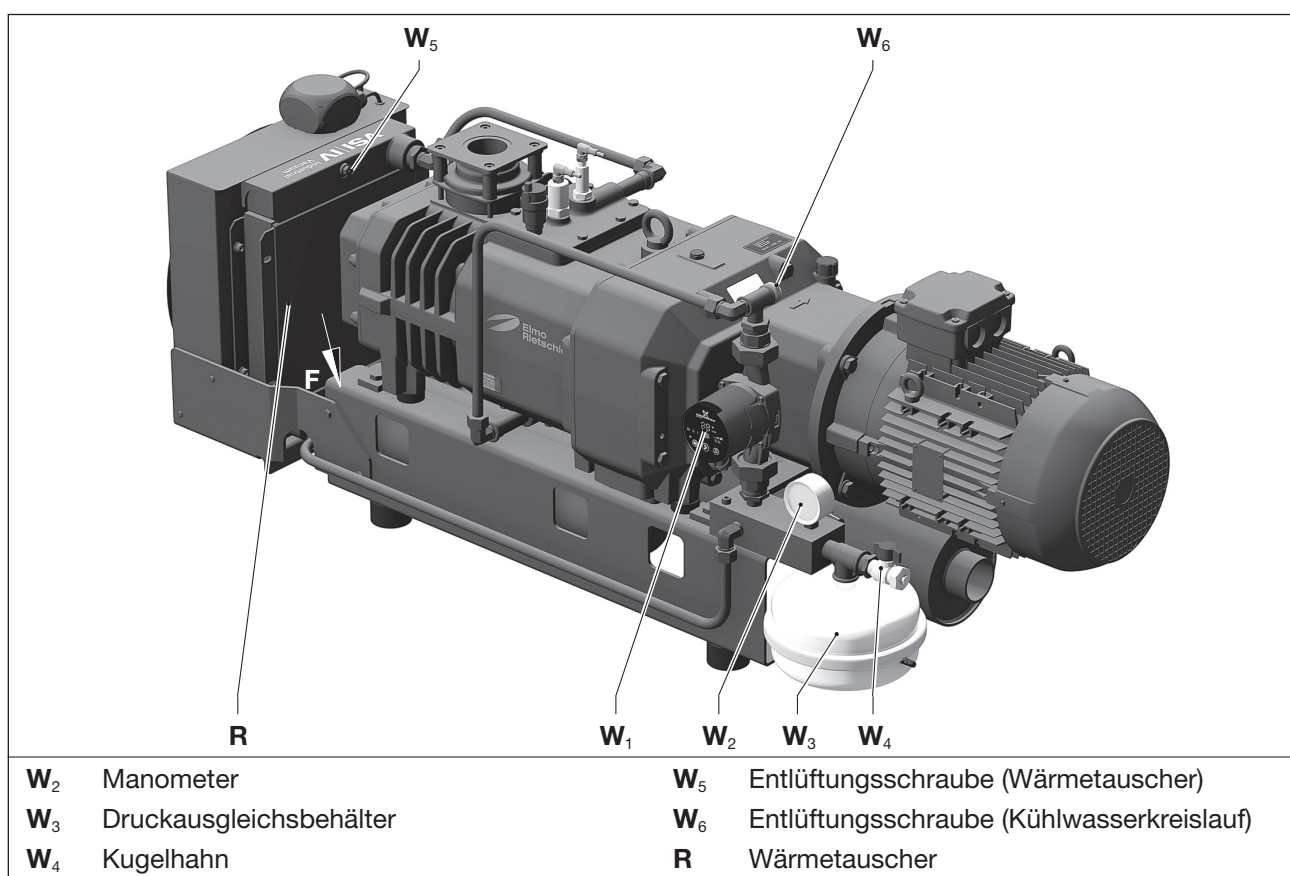

Abb. 19 Umlaufkühlung mit Wasser-Luft-Wärmetauscher
- a) Fülldruck am Manometer (Abb. 19/W2) wöchentlich kontrollieren und gegebenenfalls Kühlwasser nachfüllen. Der Fülldruck darf **0,6 bar** nicht unterschreiten und **1,2 bar** nicht überschreiten.
- b) Entlüftungsschraube (Abb. 19/W6) am Kühlkreislauf lösen.
- c) Kühlkreislauf mit Wasser-Glysantin-Gemisch (Verhältnis 70:30) am Kugelhahn (Abb. 19/W4) befüllen, bis das Kühlwasser an der Entlüftungsschraube (Abb. 19/W6) austritt.
- d) Entlüftungsschraube (Abb. 19/W6) verschließen.
- e) Kühlkreislauf bis zu einem Druck von max. **1,2 bar** befüllen. Druckkontrolle an Manometer (Abb. 19/W2).
- Kugelhahn (Abb. 19/W4) öffnen, Entlüftungsschrauben (Abb. 19/W5, W6) lösen und altes Kühlwasser in ein geeignetes Gefäß ablassen.
- Druckausgleichsbehälter (Abb. 19/W3) mit Luft auf 0,5 bar befüllen.
- Entlüftungsschrauben am Wärmetauscher (Abb. 19/W5) und am Kühlwasserkreislauf (Abb. 19/W6) lösen.
- Kühlkreislauf mit Wasser-Glyantin-Gemisch (Verhältnis 70:30) am Kugelhahn (Abb. 19/W4) befüllen, bis das Kühlwasser an der Entlüftungsschraube (Abb. 19/W5) des Wärmetauschers austritt. Entlüftungsschrauben (Abb. 19/W5) verschließen.
- Kühlkreislauf weiter befüllen bis das Kühlwasser an der Entlüftungsschraube (Abb. 19/W6) austritt. Entlüftungsschrauben (Abb. 19/W6) verschließen.
- Kühlkreislauf bis zu einem Druck von max. **1,2 bar** befüllen. Druckkontrolle an Manometer (Abb. 19/W2).
- Öffnungen für Kühlluft-Eintritt (Abb. 3/E) und das Schutzgitter des Lüfters (Abb. 19/VA) regelmäßig überprüfen und durch Ausblasen reinigen.
- Kühlluft-Austritt (Abb. 19/F) am Gitter des Wärmetauschers (Abb. 19/R) regelmäßig prüfen und durch Ausblasen reinigen.